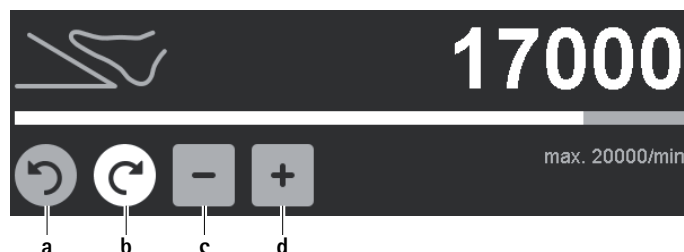

Fig. 6 Ändra den övre varvtalsgränsen/rotationsriktningen
- Ändra rotationsriktning: Aktivera den inaktiva, grå rotationsriktningsknappen för högerrotation/vänsterrotation **a/b**, se Fig. 6. Rotationsriktningen ändras från högerrotation till vänsterrotation och tvärtom.